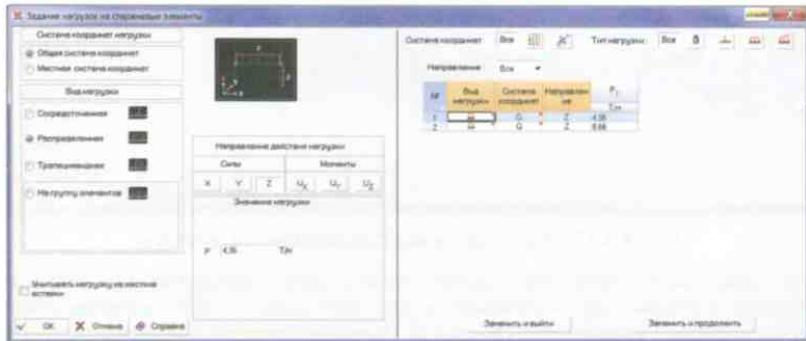

Рис. 4.4-13. Диалоговое окно
- нажать кнопку задания нагрузок на стержневые элементы и задать в открывшемся (рис. 4.4-13) диалоговом окне **Задание нагрузок на стержневые элементы** вид, направление и значение первой нагрузки;